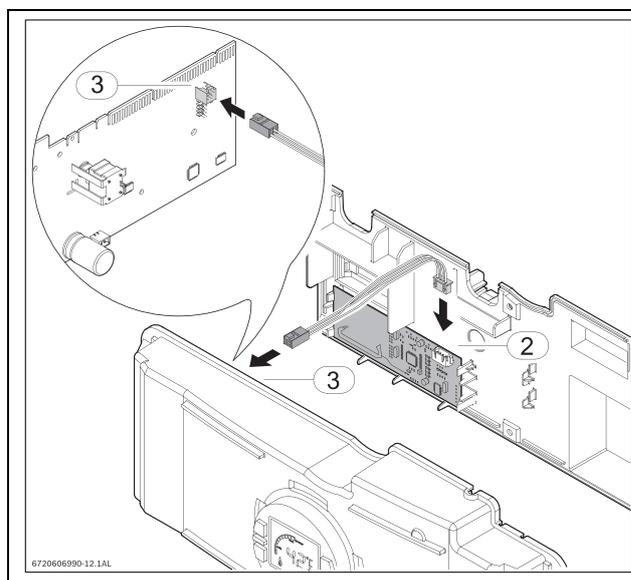

Рис. 5
- ▶ Подсоедините кабель из комплекта поставки между главной платой и платой ПДУ, как показано на рис. 5.